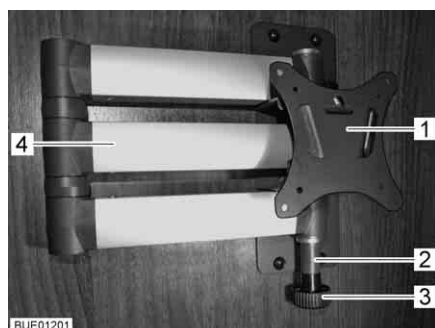

Fig. 89 Suporte com braço articulado
- Puxe botão de destravamento (Fig. 89,3). O braço articulado (Fig. 89,4) está destravado.
- Rode o ecrã plano para trás, para a posição inicial, até o suporte (Fig. 89,1) encaixar no dispositivo de bloqueio (Fig. 89,2).